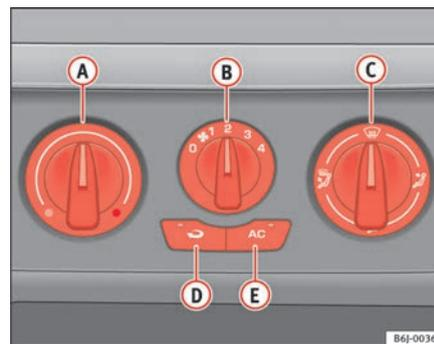

Fig. 90 Mandos del Aire Acondicionado en el tablero de instrumentos
- Con los reguladores  $\Rightarrow$  fig. 90 A y C y con el mando B se regula la temperatura, la velocidad del ventilador y la distribución del aire.